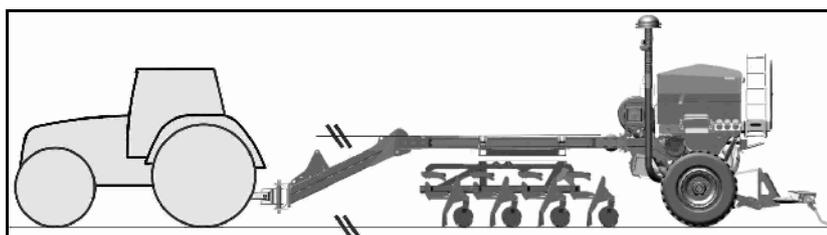

Fig. 109
2. Ajustar la llave de cierre (Fig. 109/1) en la posición **B**.
6. Colocar la llave esférica (Fig. 109/1) en posición **A**